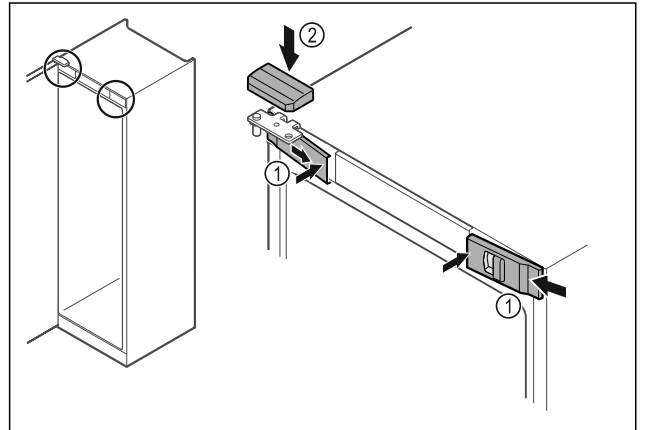

Fig. 33
- ▶ Vordere Abdeckungen Fig. 33 (1) seitlich einhaken und innen aufrasten.
- ▶ Obere Abdeckung Fig. 33 (2) von oben aufrasten.